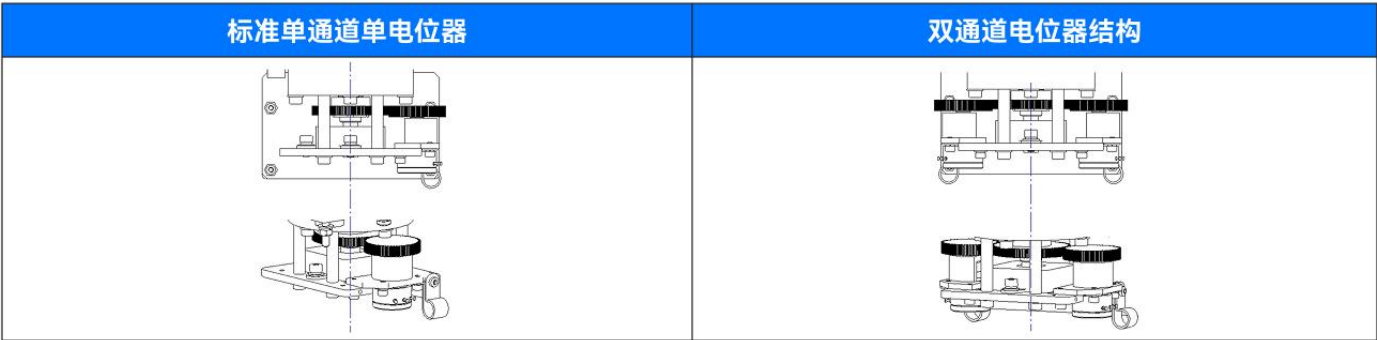

图2.3
2. 标准舵轮采用单通道单电位器输出方案,对于双舵系统或者冗余控制系统,采用完全独立双通道，如图2.3。